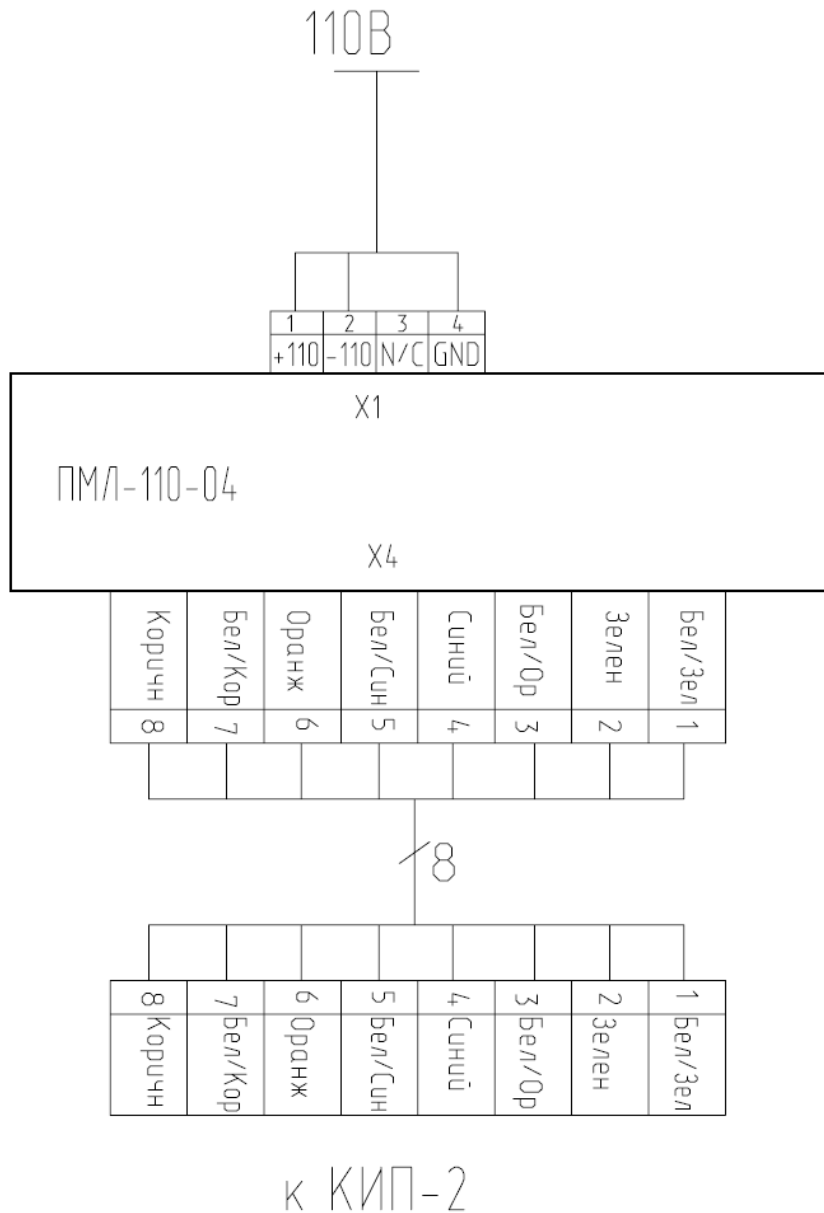

Рис.2 Подключение ПМЛ 110-04
4.2.2 Для подключения питания к панели (см. рис.2), необходимо использовать провода с сечением жил от 1 до 2.5мм² к которым присоединен разъем Harting арт. 1920 0031421 (из комплекта поставки панели маршрутной). Концы проводов предварительно должны быть зачищены на 6⁺¹мм и облужены.